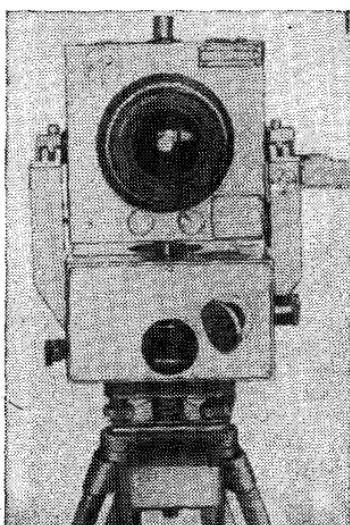

Рис. 29. Фотограмметрическая камера UMK 10/1318
4.15. Универсальная фотограмметрическая камера UMK 10/1318 (рис. 29) предназначена для производства наземной фотограмметрической съемки и применяется при определении деформации зданий и сооружений, контроле качества строительно-монтажных ра-